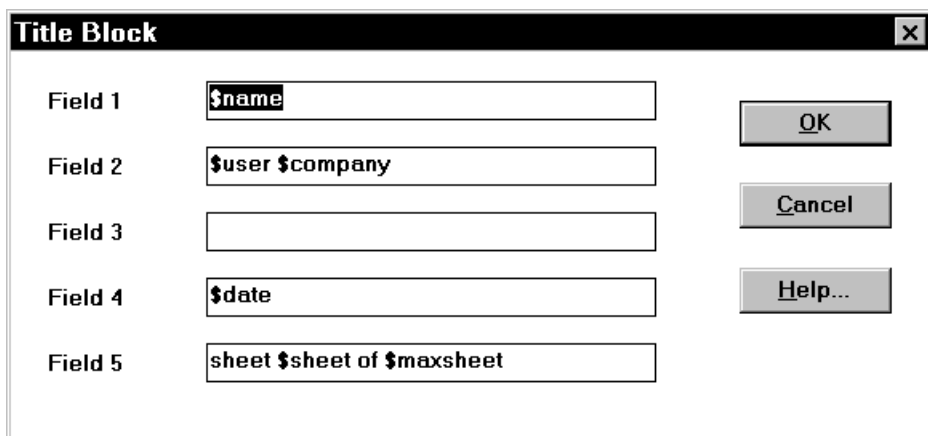

Figura 32. Cuadro de diálogo Title Block (Cajetín)
8) **Title Block...** (Cajetín). Al seleccionar esta opción se muestra un cuadro de diálogo de la Figura 32, que permite el acceso a cinco campos de texto que se situarán en el cajetín del esquema. El campo 1 (*Field 1*) se imprime como texto de gran tamaño, el resto se imprime como texto pequeño. Existen algunas variables que facilitan la tarea: